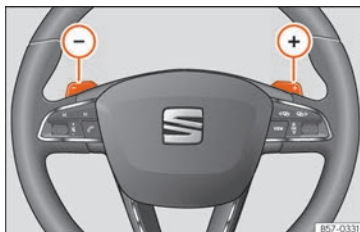

Abb. 260 Lenkrad: die Hebel für Automatikgetriebe.
- Tippen Sie die Schaltwippe (+), um einen Gang hochzuschalten »» Abb. 260.